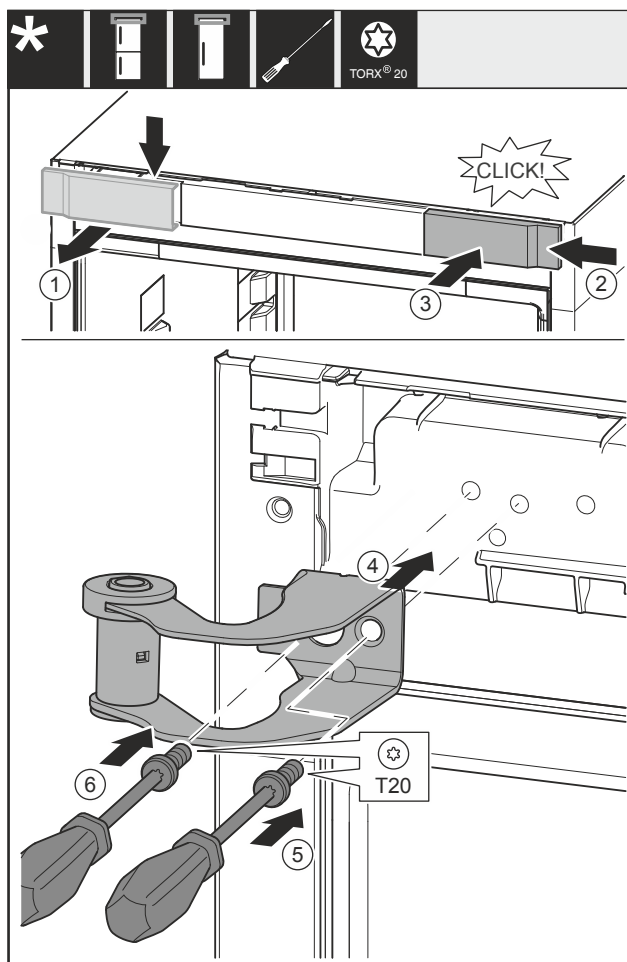

Fig. 15
- Snemite pokrov Fig. 15 (1) od zgoraj v smeri naprej.
- Pokrov Fig. 15 (2), obrnjen za 180°, namestite na drugo stran z desne strani.
- Zaskočite pokrov Fig. 15 (3).
- Pristavite zgornji ležajni podstavek Fig. 15 (4).
- Zategnite vijak Fig. 15 (5).
- Zategnite vijak Fig. 15 (6).